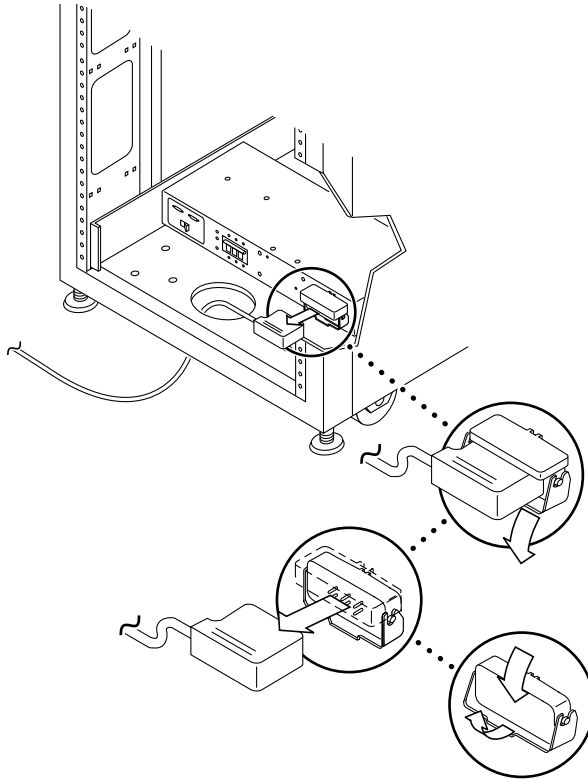

FIGURE 6-9 Retrait du cordon d'alimentation CA
1. **Déconnectez le cordon d'alimentation CA du connecteur d'alimentation sur le séquenceur d'alimentation (FIGURE 6-9).**
1. **Tirez le couvercle du connecteur d'alimentation** (FIGURE 6-9).